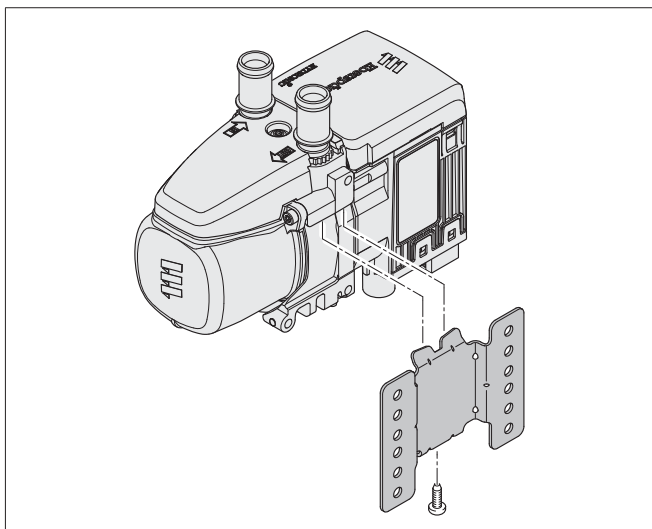

Bild 5
- Heizgerät in Halter einsetzen und mit Schraube M6 x 16, SW T30 am Halter befestigen (Anziehdrehmoment: 10+1 Nm), siehe Bild 5.